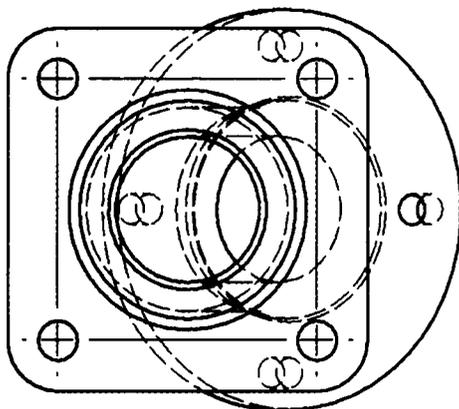

Рис. 2.16. Размещение маркеров центра на отверстиях
6. Повторите пункт 5 для всех отверстий, как показано на рис. 2.16.